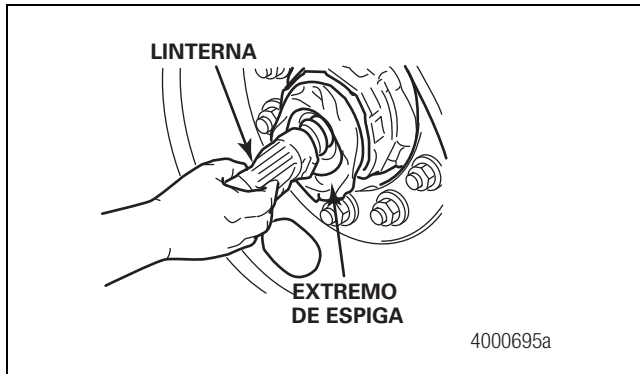

Figura 2.14
9. Inspeccione la parte interior del tubo del eje con una linterna, dirigiendo la luz hacia uno de los extremos de la espiga y mirando la superficie por el extremo opuesto. Confirme que se hayan eliminado todos los residuos como herrumbre floja, incrustaciones, líquidos y residuos de maquinado. Figura 2.14.